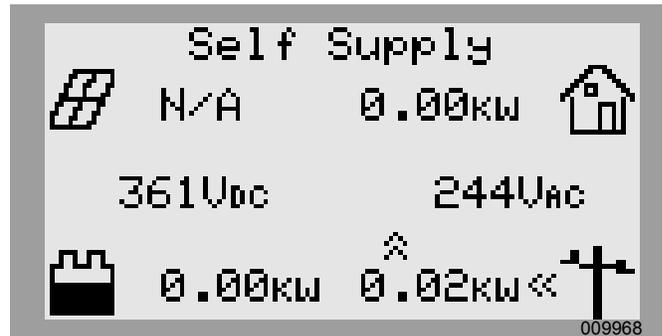

Figura 6-5. Selección de modos de funcionamiento (4 de 4)
5. Consulte la Figura 6-5. Verifique que el modo indicado en la parte superior de la pantalla de inicio sea el modo deseado.